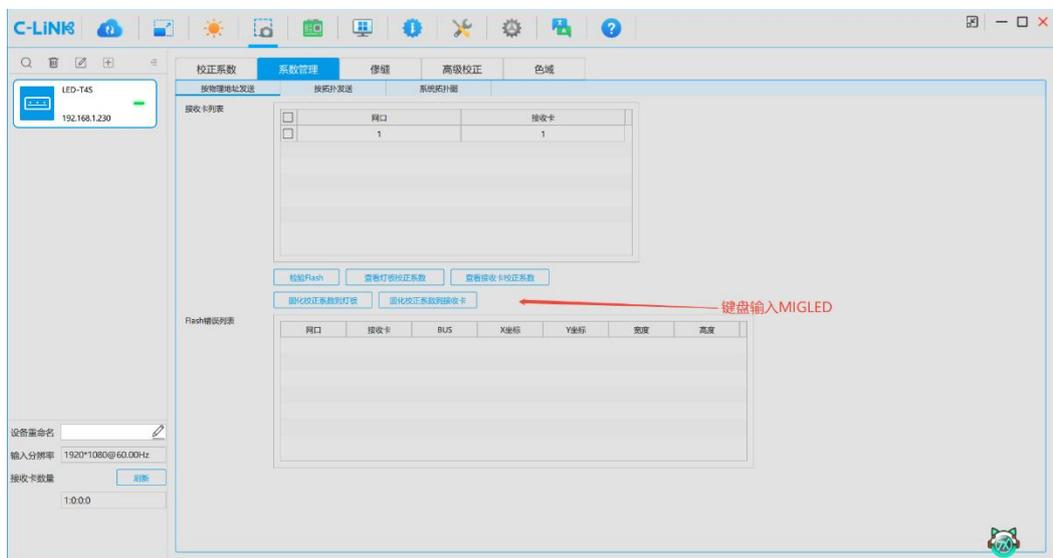

图 10-7 固化系数
- 步骤 5 在键盘入 MIGLED(不区分大小写)见图 10-7 点击固化到接收卡系数或者固化到灯板系数